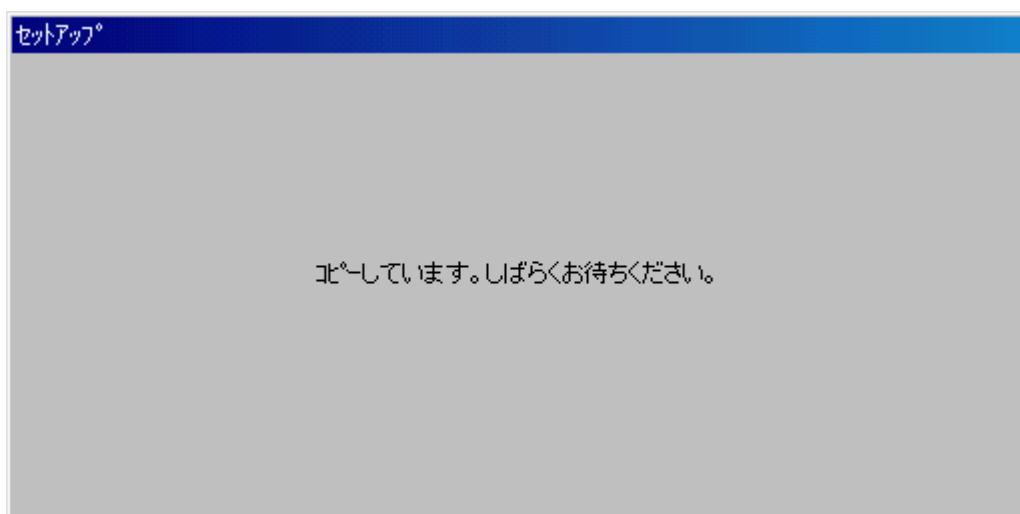

図2
- 6) “インストール プログラムのコマンドライン(C):”の欄に A:\SETUP.EXE と表示されていることを確認して[完了]をクリックすると図2が表示されます。“A”の部分はパソコンによって違う場合があります。